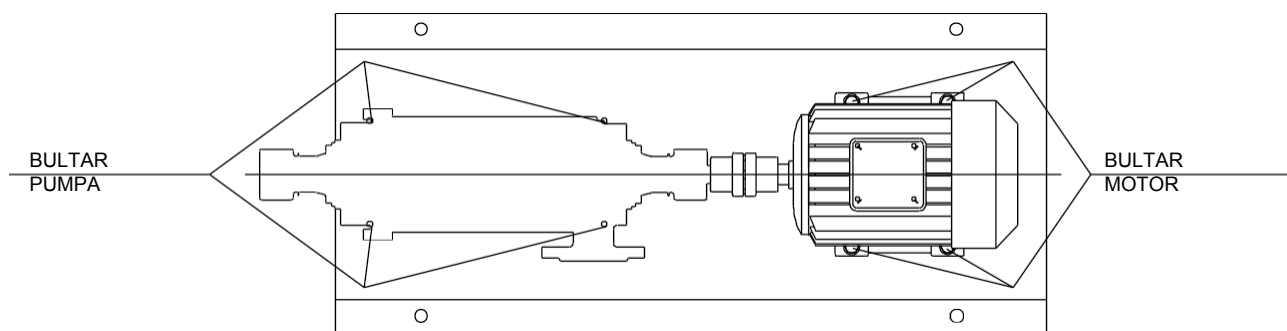

Fig. 19
- 8 - Placera elmotorn på bottenplattan och för samman de två kopplingshalvorna med ett mellanrum på ca 2 mm/0,078 tum mellan dem, samtidigt som motorn hålls axiellt inriktad mot pumpaxeln. Om de två axelhöjderna inte stämmer överens krävs lämplig utjämning under pumpens eller motorns fötter. Markera hål för motor- och/eller pumpens fästbultar. Ta bort motorn och/eller pumpen, borra och gänga hålen, rengör och montera pumpen och/eller motorn på plats och dra åt bultarna lätt (se fig. 19).